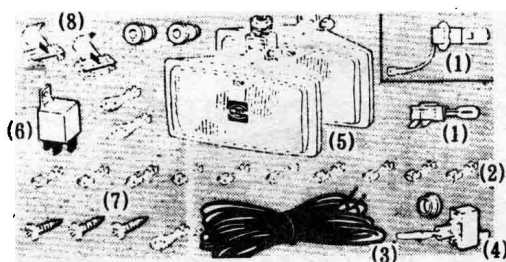

图 1-2
1. 图 1-2 为头灯或雾灯的零部件, 包括端子 (2)、灯泡 (1)、电线束 (3)、开关 (4)、头灯组 (5)、继电器 (6)、螺丝 (7)、电线接夹器 (8)。